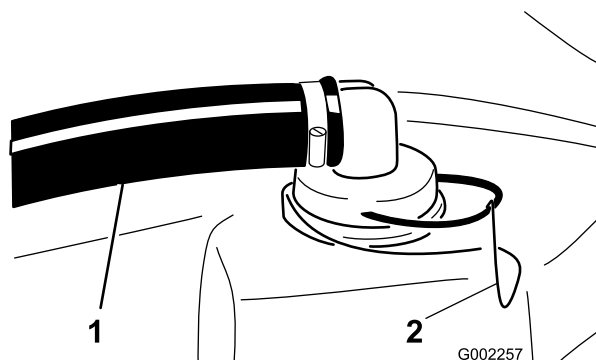

Figura 56
2. Retire el dispositivo de sujeción del dispositivo rojo sujeto a la manguera grande en la parte superior del depósito (Figura 56).
3. Desconecte la manguera del depósito (Figura 56).